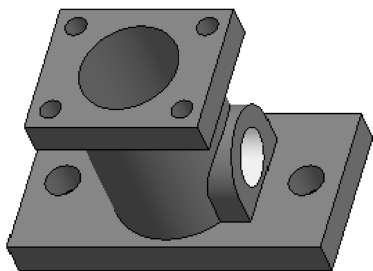
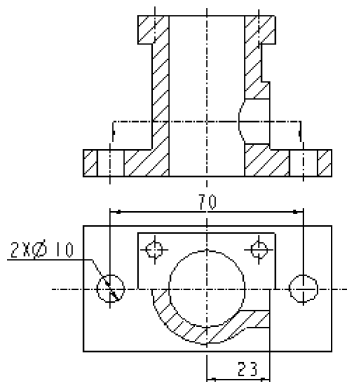

图 4-96 立体图
图 4-97 修改后的尺寸
【例 4-7】对“liti4-7. prt”进行编辑，将模型修改为如图 4-96 所示的立体，修改后的尺寸如图 4-97 所示，将文件另存为“liti4-7da. prt”。
(23) 符合要求后，在图形区单击鼠标中键，完成水平孔的修改，然后按<Ctrl+D>组合键，回到默认观察角度，最后模型如图4-96所示。